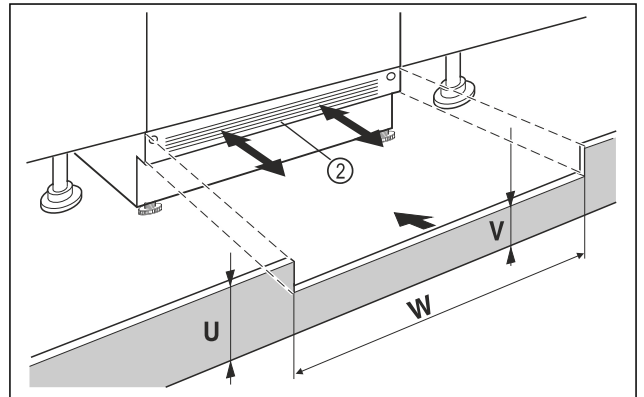

Fig. 40 Voorbeeldweergave
- ▶ Plaats de afdekking van de onderkant van het apparaat Fig. 40 (2) maar zet hem nog niet vast.
- ▶ Als de sokkelafdekking Fig. 40 (2) zichtbaar is, trek het dan naar voren totdat de voorkant van het ventilatierooster en de sokkelafdekking van het meubel gelijk zijn.
- ▶ Bij een verborgen sokkelafdekking Fig. 40 (2), deze gehele naar achteren schuiven.
- ▶ Controleer of de ventilatiesleuven volledig vrij zijn: Snijd indien nodig de hoogte van de sokkelafdekking Fig. 40 (U) op maat!
- ▶ Pas de hoogte van de balk onder de sokkelafdekking van het apparaat Fig. 40 (W) aan de breedte Fig. 40 (V) van de nis Fig. 40 (2) aan.